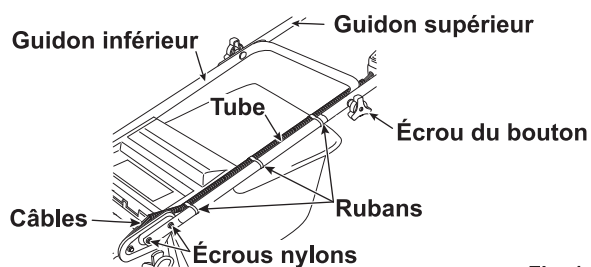

Fig. 1
1. Installez le guidon inférieur sur la machine (avec quatre écrous nylon). (Voir Figs. 1, 2 et 3)